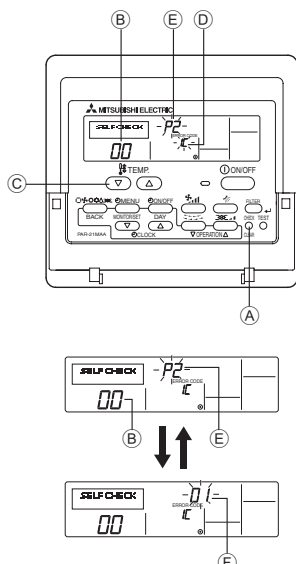

Fig. 7-3
7.3.1. Pour la télécommande filaire (Fig. 7-3)